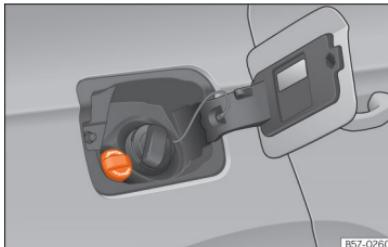

Fig. 186 Tampão do bocal de enchimento do reservatório do AdBlue®.
- Abrir a tampa do depósito **» Fig. 186**.
- Gire o tampão de fecho do bocal de enchimento de SCR para a esquerda ➞ Fig. 186.